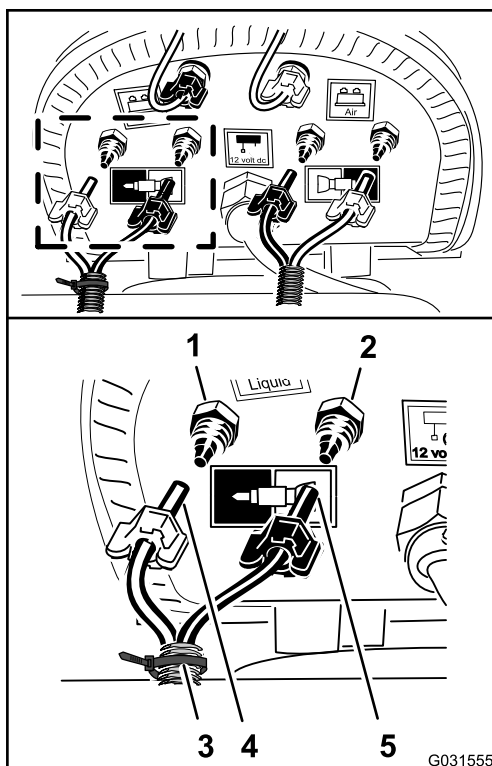

Figura 142
1. Collegate il tubo con la fascetta per cavi che avete preparato al passaggio 9 di Preparazione dei nuovi gruppi dei tubi per gli ugelli del tracciafile schiumogeno (pagina 16) allineando il tubo blu per la sezione di irrorazione di destra sul raccordo di compressione per il circuito dell'acqua della sezione di irrorazione di destra (Figura 142).
2. Montate il dado di compressione del tubo sul raccordo e serrate il dado manualmente (Figura 142).
3. Allineamento del tubo trasparente per la sezione di irrorazione di destra sul raccordo di compressione per il circuito dell'aria della sezione di irrorazione di destra (Figura 142).
4. Montate il dado di compressione del tubo sul raccordo e serrate il dado manualmente (Figura 142).